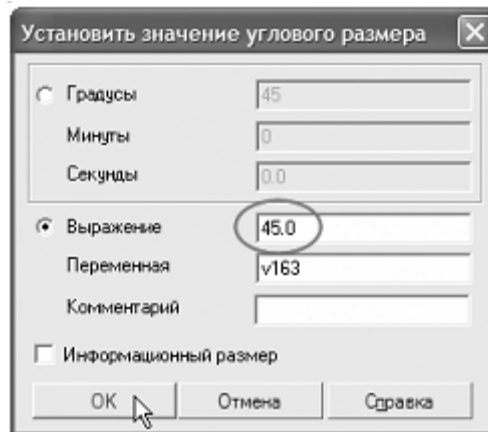

Рисунок 53.
11. Укажите осевые отрезки, затем укажите положение размерной линии и присвойте размеру значение 45 градусов (рис.53).